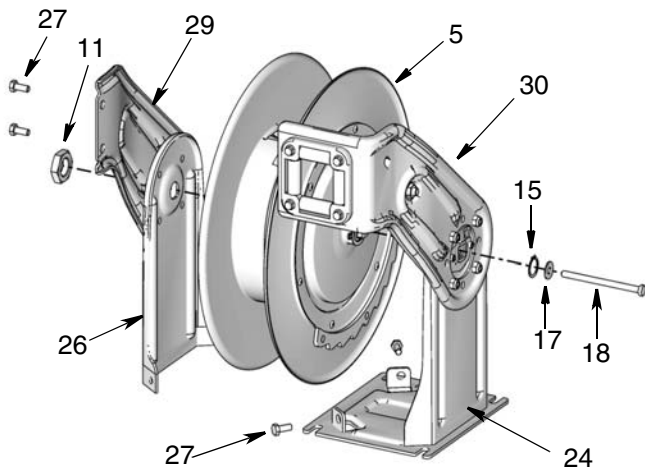
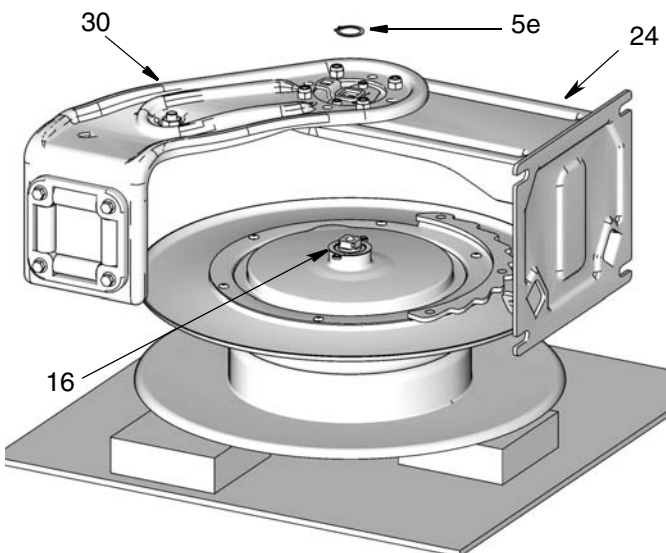

FIG. 16
FIG. 17
5. Togliere il dado grande (11) (FIG. 16).
6. Togliere le due viti (27) che fissano il piedistallo (26) alla base (24) e le due viti (27) che fissano il braccio guida (29) al braccio guida (30) (FIG. 16).
7. Rimuovere completamente il braccio guida e il blocco del piedistallo (26/29) e riporli da parte per installarli sul nuovo rocchetto (FIG. 16). Queste parti non devono essere smontate.
8. Posare la bobina sul lato, per accedere facilmente al braccio guida e al piedistallo (24/30). Rimuovere la vite lunga (18) e le rondelle (15/17) (FIG. 16 e FIG. 17).
9. Rimuovere l'anello elastico (5e) (FIG. 17).
12. Appoggiare il nuovo rocchetto sul lato (5) su un tavolo da lavoro. Rivolgere verso il basso la parte piatta del rocchetto e la parte del dente di fermo verso l'alto, come mostrato in FIG. 17.
**NOTA:** È più facile riattaccare il braccio guida e il piedistallo al rocchetto se questo è su un sostegno e approssimativamente in orizzontale. Due blocchi di legno di 2,5 cm (1 in.) inseriti sotto il rocchetto, come mostrato in FIG. 17 (pagina 22) sosterranno quest'ultimo durante l'installazione del braccio.
16. Installare le rondelle (15/17) e il bullone lungo (18), ma NON stringere il bullone.
19. Installare il dado grande (11) (FIG. 16, a pagina 22). Stringere il dado a 85-105 ft. lb (378 - 467 N.m).
20. Serrare il bullone (18).
21. Allineare il braccio guida (29) con il braccio guida (30). Installare le viti (27). Stringere le viti a 20-30 ft. lb (89 - 133 N.m).
22. Allineare il gruppo del piedistallo (26) con la base (24). Installare le 2 viti (27). Stringere le viti a 20-30 ft. lb (89 - 133 N.m).